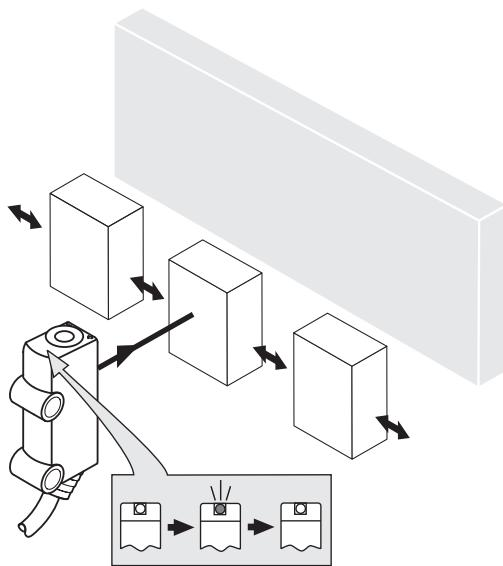

図 52: 優先方向
4. センサに対して対象物が検出可能な方向にあることを確認してください。 参照 図 52, ページ 147